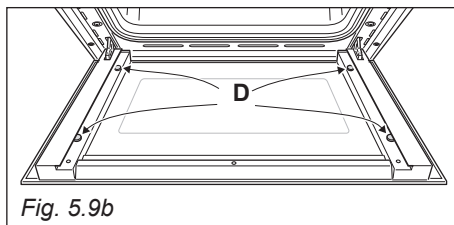

Fig. 5.9b
- Assicurarci che la porta sia bloccata aperta (fig. 5.9b).
- Verificare che i 4 distanziatori "D" siano nella loro posizione (fig. 5.9b).